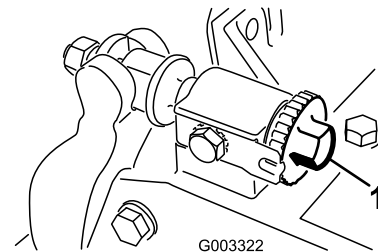
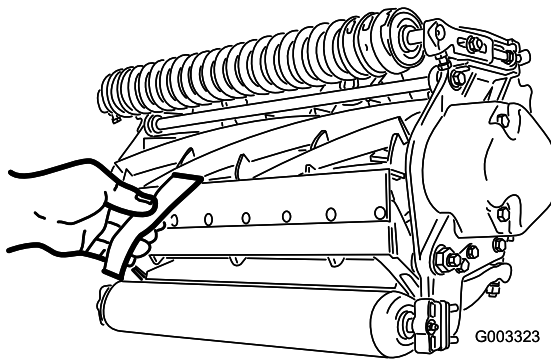

Bild 11
Bild 12
1. Stellen Sie die Maschine auf eine flache, ebene Arbeitsfläche. Stellen Sie sicher, dass die Spindel das Untermesser nicht berührt. Drehen Sie die Einstellschrauben des Untermesserträgers nach links (Bild 11).
Wichtig: Stellen Sie sicher, dass die Muttern hinten an den Einstellschrauben des Untermesserträgers nicht auf der Arbeitsfläche aufliegen (Bild 11).
3. Führen Sie an einer Seite der Spindel einen langen Streifen Papier zwischen der Spindel und dem Untermesser ein (Bild 12). Drehen Sie die Einstellschraube des Untermesserträgers, während Sie die Spindel langsam vorwärts drehen, nach rechts (am selben Ende der Spindel) (Bild 11), jeweils um einen Klick, bis das Papier fest gehalten wird, wenn Sie es von vorne parallel zum Untermesser einführen. Wenn das Papier gezogen wird, sollten Sie einen leichten Widerstand spüren.
5. Vergewissern Sie sich nach dieser Einstellung, dass die Spindel Papier einklemmen kann, das von vorne eingeführt wird, und Papier schneiden kann, das senkrecht zum Untermesser eingeführt wird (Bild 12). Papier müsste sich mit minimalem Kontakt zwischen Untermesser und Spindelmessern schneiden lassen. Wenn ein zu großer Spindelwiderstand besteht, läppen oder schleifen Sie das Mähwerk nach, um die für einen genauen Schnitt erforderlichen scharfen Kanten zu erhalten (weitere Angaben finden Sie in der Toro Anleitung Schärfen von Spindel- und Sichelmähern, Form No. 80-300PT).